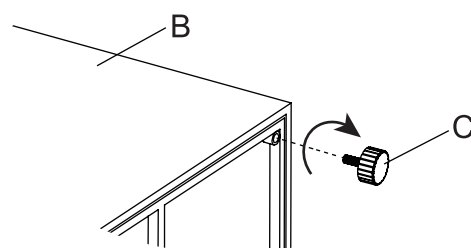

Figure 1
1. S pomočjo druge osebe previdno postavite kurišče (B) na ravno, neabrazivno površino, da preprečite praske. Preverite štiri spodnje kote, poravnajte nogice (C) z luknjami in privijte v smeri urinega kazalca (glej Figure 1).